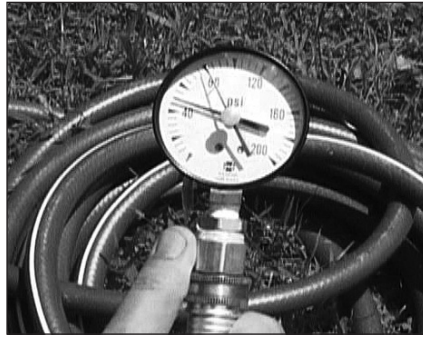

Figura 5 - Use un manómetro para agua para asegurarse de que la presión del agua de su casa no sea demasiado alta.
- Manómetro de agua (Figura 5 en la página 7)
Recomendamos verificar la presión del agua de su casa con un manómetro (Figura 5). La mayoría de los códigos permiten una presión máxima de entrada de agua de 80 psi/551 kPa. Recomendamos una presión de trabajo que no sea superior a 50-60 psi/345-414 kPa.